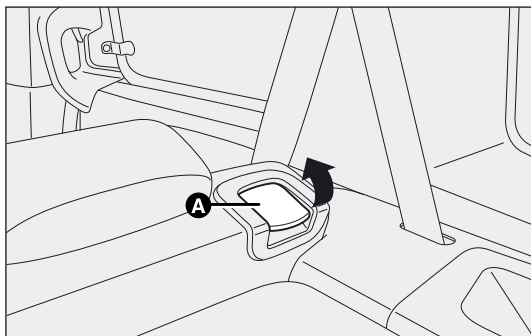

fig. 89a
- ☐ trek de borghendel A-fig. 89a van de rugleuning omhoog en kantel de rugleuning naar voren, zodat een vlakke laadvloer ontstaat. Als de borghendel omhoog staat, is er een rode band zichtbaar.